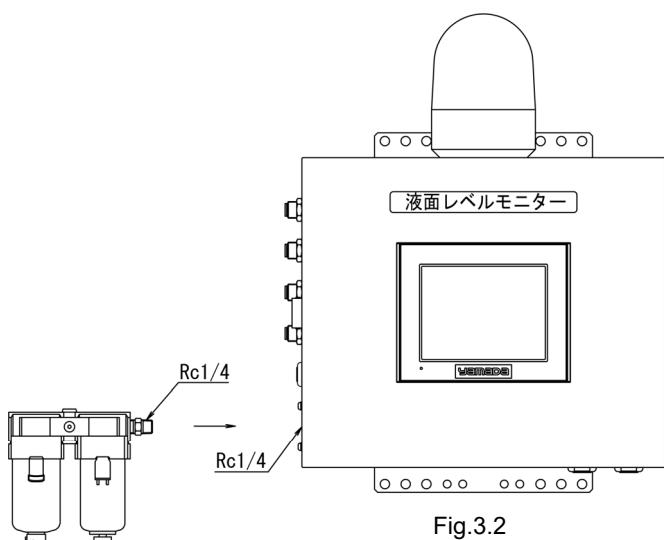

Fig.3.2
- 1) 警報盤にフィルタ組立（付属品）を接続してください。 (Fig.3.2)